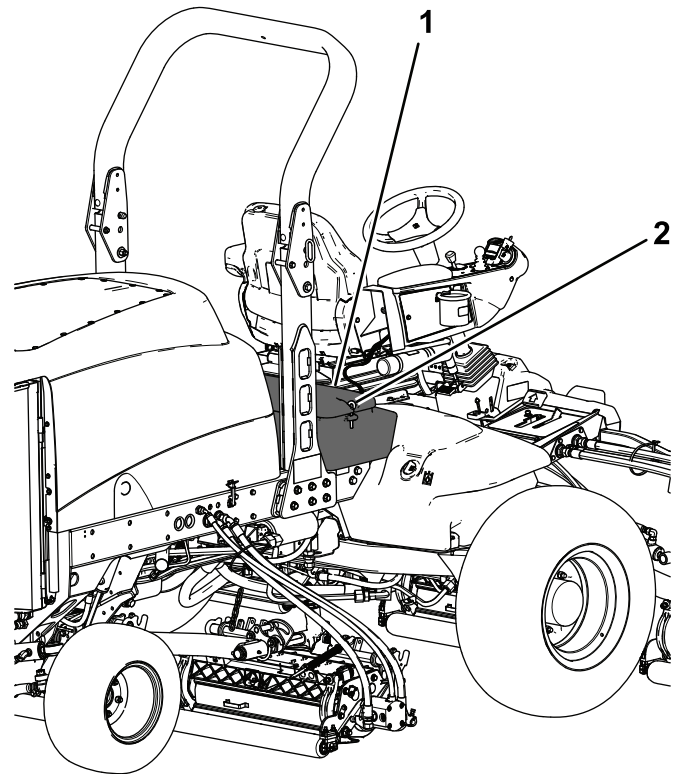

図 94
- 運転席のコンソールパネルのラッチを外して持ち上げる 図 94。